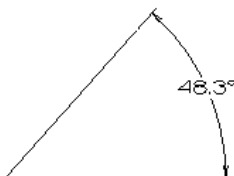

图 4.1.20 两者
- ☒ ☐ 两者 单选项：用于设置显示标注文字两边的尺寸界线，如图 4.1.20 所示。